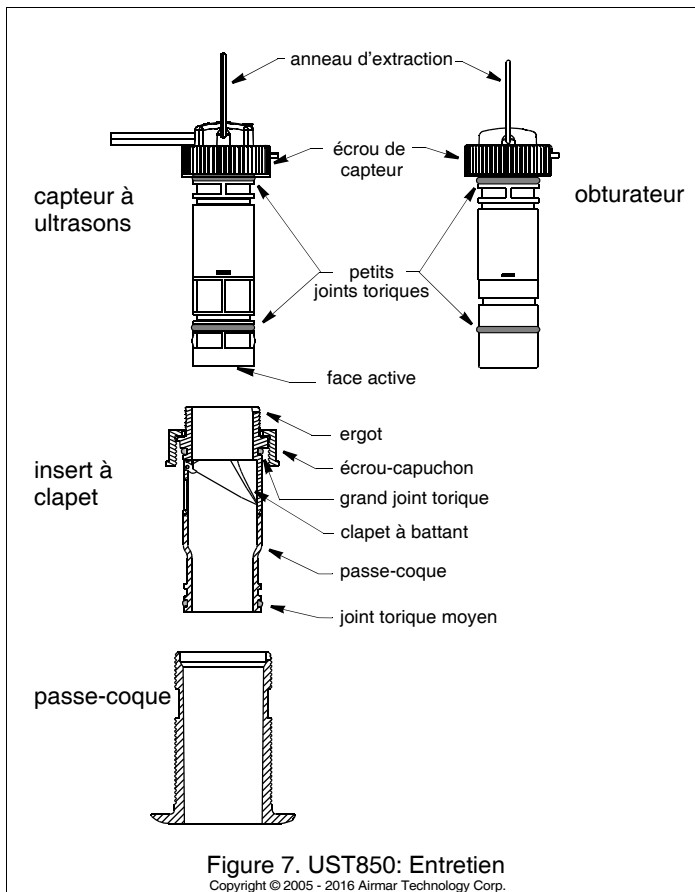

Figure 7. UST850: Entretien
1. Placez l'écrou de capteur sur le haut de l'obturateur (figure 7). Accrochez l'anneau d'extraction à l'obturateur afin d'emprisonner l'écrou de capteur.
3. Dévissez l'écrou du capteur. **N'enlevez pas l'écrou-capuchon.** Tirez lentement sur l'anneau d'extraction pour extraire le capteur à ultrasons en douceur (figure 7).
4. Pour libérer l'écrou-capuchon, extrayez la sonde à ultrasons ou l'obturateur de l'insert à clapet en dévissant l'écrou de l'insert (figure 7). Extrayez le capteur à ultrasons ou l'obturateur en les levant lentement par l'anneau d'extraction.
6. Nettoyez, réparez ou remplacez l'insert à clapet de sorte que le clapet se referme librement et s'appuie contre l'insert à clapet (figure 7).